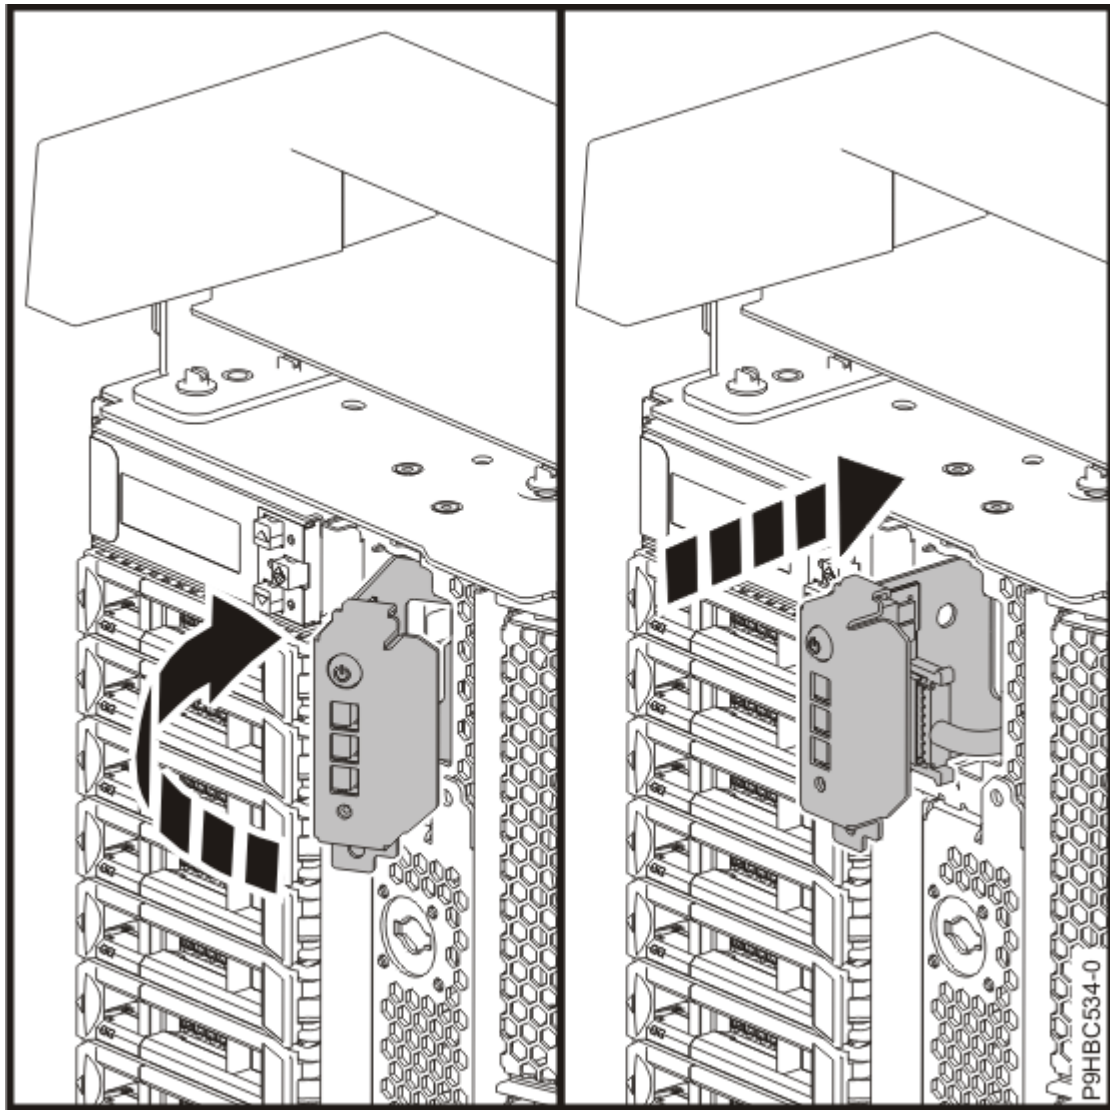

Figure 80. Remise en place du panneau de commande sur un système autonome
- a) Remettez le panneau de commande du système en place en le faisant pivoter vers la droite, comme illustré à la Figure 80, à la page 85.